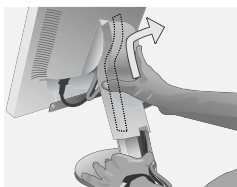

Figure S.1
1. Placez les mains de chaque côté du moniteur et levez ce dernier jusqu'à la position la plus haute. Retirez le cache-câble (Figure S.1).